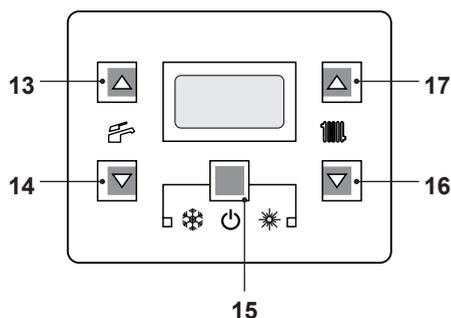
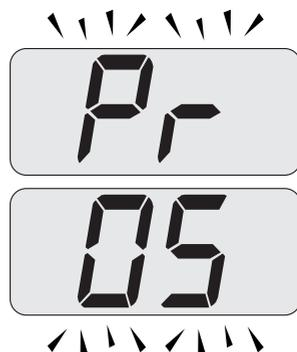

Figura 8.3
Figura 8.5
- Entrare in "modalità programmazione" premendo contemporaneamente per 10 secondi i tasti 15 - 16 - 17 (Figura 8.3) fino a far apparire sul display LCD le lettere **Pr**
- Scorrere i vari parametri utilizzando i tasti 16 o 17 fino a far apparire sul display LCD le lettere **Pr** che si alternano con il codice **05**, indicanti l'entrata nel "parametro 05" (Figura 8.5).
- Premere contemporaneamente i tasti 15 e 17 (Figura 8.3) fino a far apparire sul display LCD il valore del parametro 05 (00=G20) (Figura 8.6).
- Premendo il tasto 15 (Figura 8.3) si ottiene la conferma del valore inserito.
- Premendo contemporaneamente i tasti 15 e 16 (Figura 8.3) si esce senza modificare il valore (ritorno alla lista parametri Figura 8.5)
- Premendo contemporaneamente per 10 secondi i tasti 15 - 16 - 17 (Figura 8.3) si esce dalla "modalità programmazione".